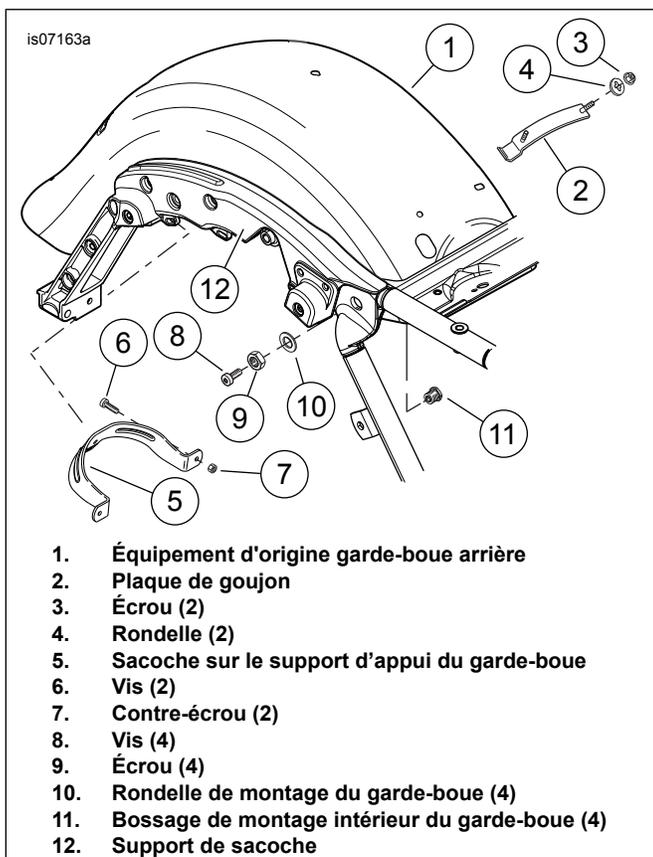

Figure 1. Déposer les éléments du garde-boue arrière
2. Voir la figure 1. Retirer les éléments suivants de l'équipement d'origine (Équipement d'origine) garde-boue (1). Mettre de côté pour le réutiliser ultérieurement sur le **nouveau** garde-boue :
- a. Plaque à goujons (2), deux écrous (3) et deux rondelles (4) à l'avant du garde-boue.
- b. Sacoche sur le support d'appui de garde-boue (5), deux vis (6) et deux écrous de blocage (7) à l'arrière du garde-boue.
- c. Supports de sacoche (12).
1. Voir la figure 1. Installer un **nouveau** bossage de montage de garde-boue (11), de l'intérieur, à travers l'un des quatre trous sur les côtés du garde-boue.
2. Placer une rondelle (10) sur les filets du bossage et fixer-avec un écrou (9). Serrer.